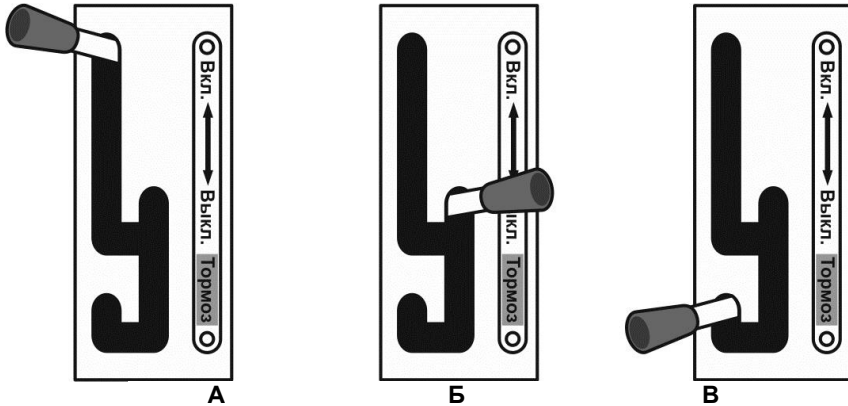

Рисунок 46. Важіль зчеплення
3. Важіль управління зчепленням повинен перебувати в положенні «Вимк.» («Вимкнено») (див. рис. 46., поз. «Б».)
5. Важіль (3) (див. рис. 46.) управління подачею палива («газ») встановити в крайнє верхнє положення, яке відповідає максимальним обертам.
2. Установити важіль управління зчепленням в поз. "Вимк." («Вимкнено») («Б») (див. рис. 46.)
2. Встановити важіль управління зчепленням в поз. «Вимкнено» («Б») (див. рис. 46.)
7. Утримуючи кермо мотоблока за рукоятку, плавно перевести важіль управління зчепленням в положення «включено» («увімкнено») («А») (див. рис. 46.) Мотоблок почне рух назад.
На відміну від автомобіля або мотоцикла, рух мотоблока можна починати або закінчувати на будь-якій заздалегідь обраній передачі. Під час зміни передачі немає необхідності спеціально розганятися або зупинятися. Досить перевести важіль управління зчепленням в поз. «Вимкнено» («Б» див. рис. 46.) та за допомогою важеля перемикання передач обрати необхідну передачу.